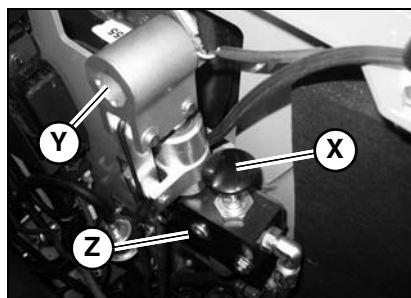

Figura 54 – Opción de liberación del freno de estacionamiento
1. Busque la manivela de liberación del freno y el gato (Z, Figura 54). En algunos modelos es necesario retirar cubiertas o abrir la puerta trasera de la máquina.
2. Coloque el receptor de liberación del freno (Y) e introduzca la manivela del gato.
3. Presione y sostenga el émbolo (Z) contra la liberación del freno.
4. Aplique el gato en la liberación del freno para acumular presión. A medida que la presión se acumula, el émbolo (X) permanece abajo y no es necesario sostenerlo.